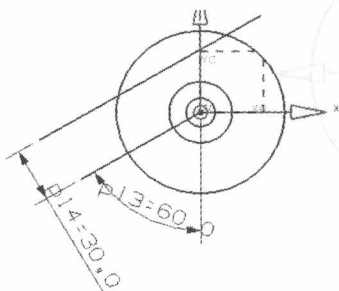

图 1-18 尺寸
(5) 单击工具栏中的“自动判断的尺寸”按钮.
(6) 选择刚才的两条直线。在两条直线间单击，标注的尺寸如图 1-18 所示。
(7) 双击尺寸，并输入两直线间的距离为 17。